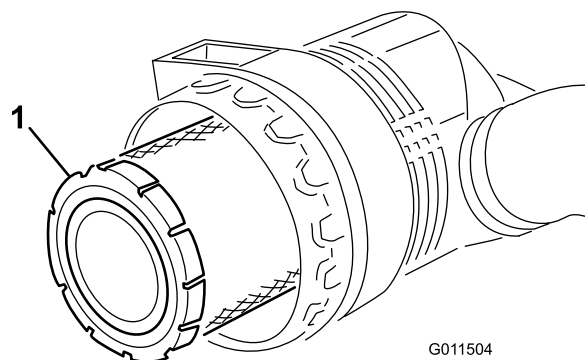

Figure 76
5. Déposez et remplacez le préfiltre (Figure 76).